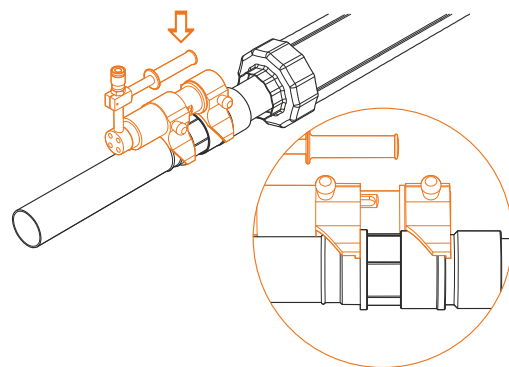

Рис. 4.5.7
8. Установить гидравлический инструмент таким образом, чтобы подвижная и опорная губки тисков вошли в сцепление с буртами на гильзе подвижной и втулке пресс-фитинга (рис. 4.5.7).